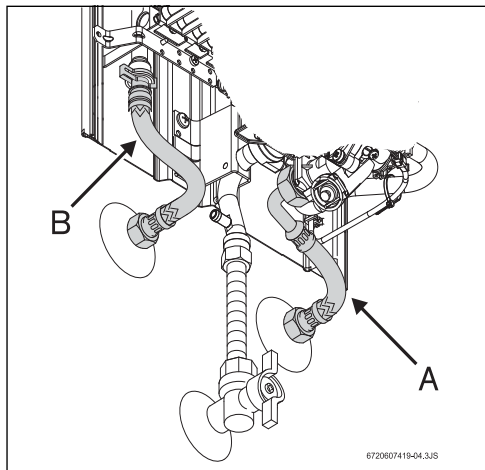

Fig. 13 Ligação da água
- ▶ Identificar a tubagem de água fria (Fig. 13, [A]) e de água quente (Fig. 13, [B]), de forma a evitar uma possível troca.